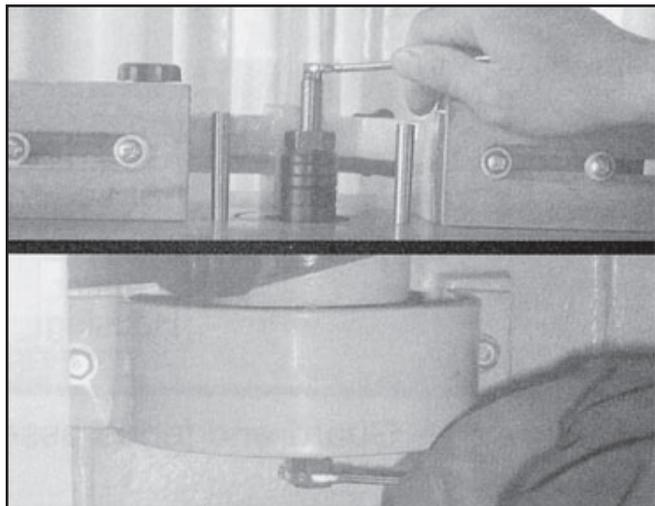

Figura 10. Vista típica al apretar la tuerca a la punta de la barra de tracción.
- Usando una pinza de puntas abiertas, apriete la tuerca mientras sostiene el pivote, como se muestra en la Figura 10. **NO** apriete demasiado la tuerca.